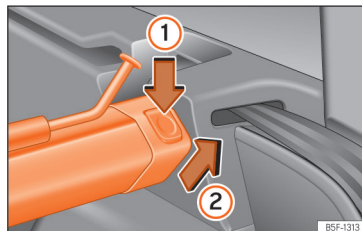

Рис. 191 Багажний відсік: знімання розділової сітки
- Натисніть праву або ліву блокувальну кнопку >>> **рис. 191** у напрямку стрілки ①.
- Зніміть касету в напрямку стрілки >>> **рис. 191** ②.
- Натисніть касету в опорах протилежно стрілці >>> **рис. 191** ② до остаточної фіксації. Червоні позначки на фіксаторах повинні сховатися.